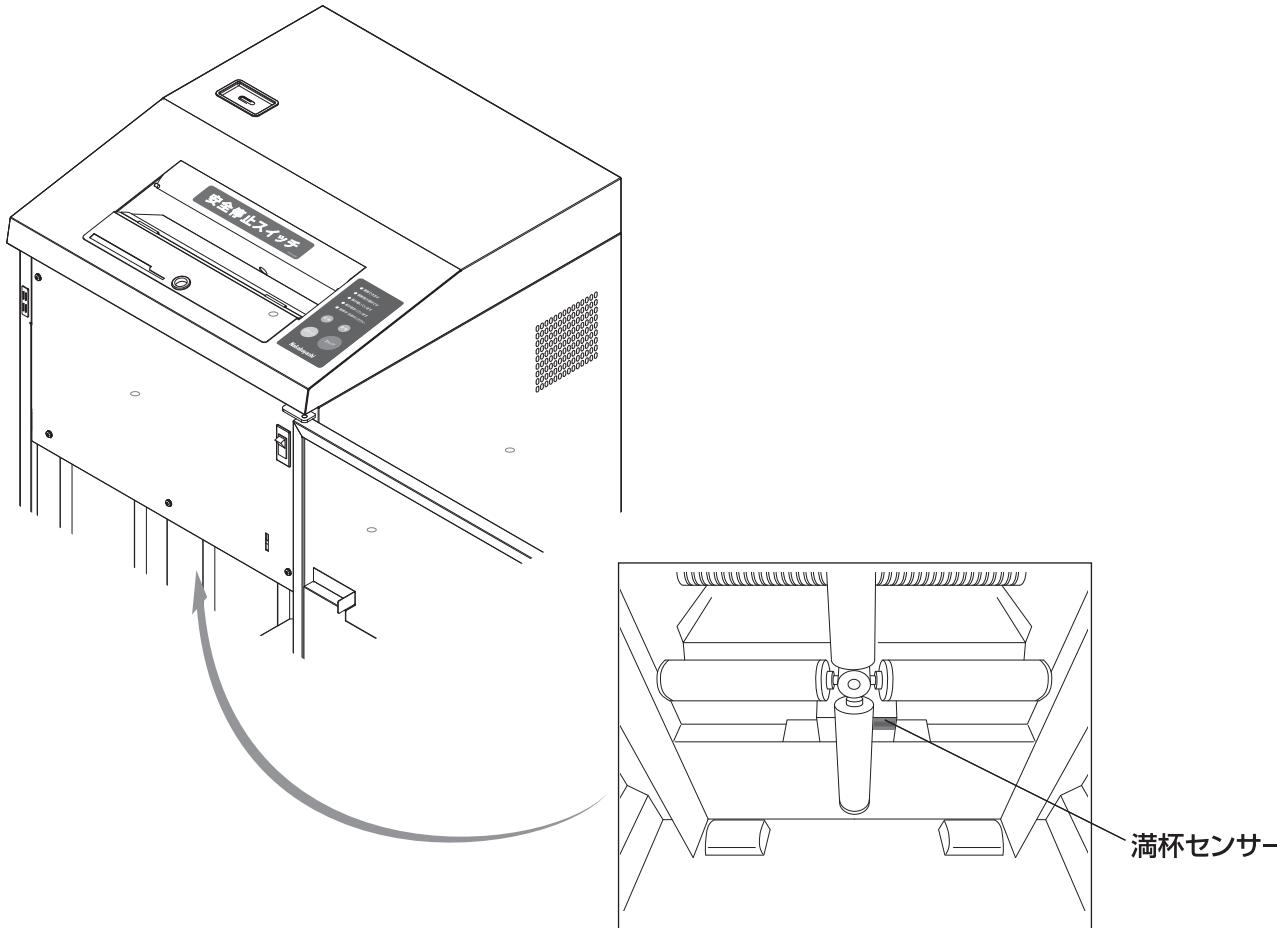

図12 満杯センサーの掃除
1.電源スイッチ①の下側を押して電源を切り、電源コード⑪の電源プラグを抜いてください。
2.満杯センサーに付着した紙粉や細かい細断屑を柔らかい布等で取り除いてください。 P19 図12 参照